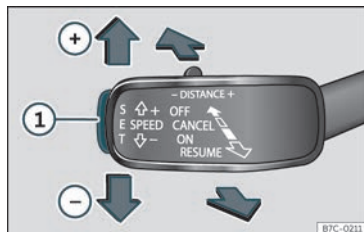

Fig. 209 À esquerda da coluna de direção: botões para utilizar o limitador de velocidade.
- Durante a circulação, pressione a tecla **SET** >>> Fig. 209 ①.
- Pressione o botão **SET** >>> Fig. 209 ① para reduzir a velocidade em passos pequenos de 1 km/h (1 mph).
pressão **CANCEL** ou pressione o botão >>> Fig. 209 ②.